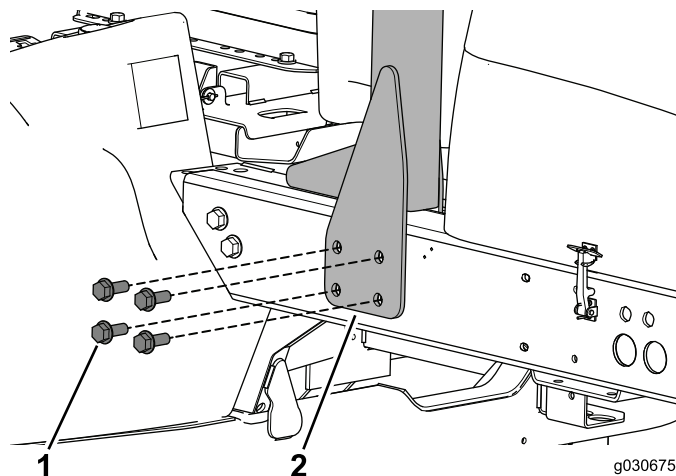

Рисунок 6
1. Отверните болты, крепящие конструкцию ROPS к левой стороне машины (Рисунок 6).